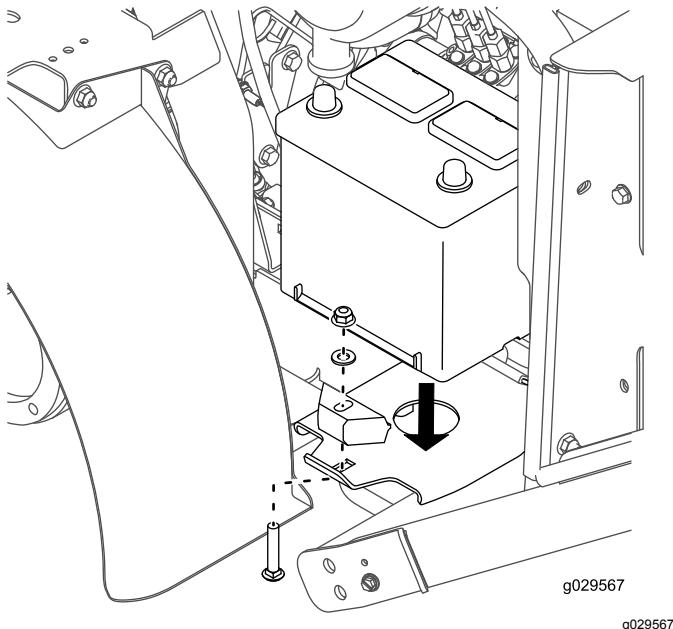

図 40
8. バッテリーを、バッテリートレイに仮止めする先ほど外したキャリッジボルト、バッテリー押さえ、ワッシャ、ナットを使用する図 40。